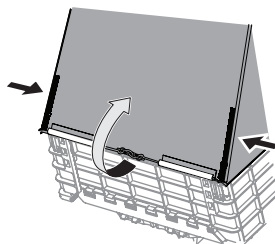

Figura 31
2. Abra la cubierta de malla abriendo los dos cierres hacia arriba, y levantando la solapa trasera de la cubierta de malla, como se ilustra en la Figura 31.